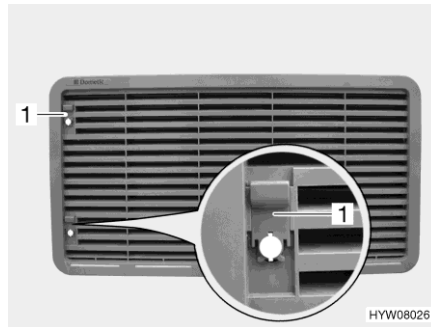
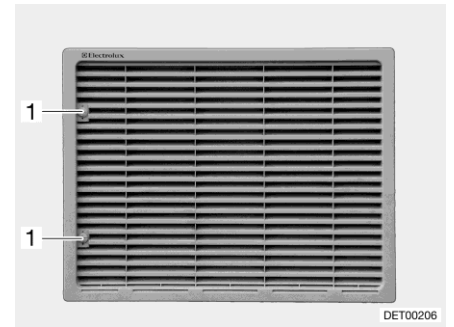

Bild 243 Kühlschrank-Lüftungsgitter
Bild 244 Kühlschrank-Lüftungsgitter
- Je nach Ausführung Schieber (Bild 243,1) nach oben schieben oder Schraube (Bild 244,1) mit Hilfe einer Münze eine viertel Umdrehung drehen.